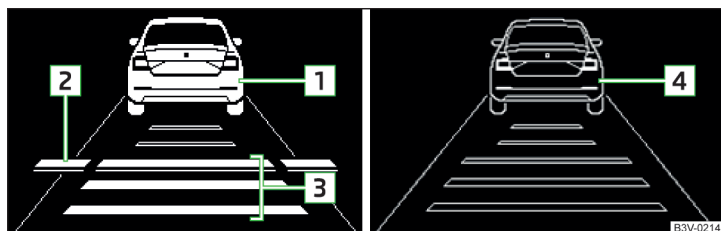

Fig. 274 Pantalla del cuadro de instrumentos combinado: Ejemplo para la pantalla de la ACC
**Pantallas ACC » fig. 274**
En la pantalla del cuadro de instrumentos combinado aparece la línea **2** » fig. 274 de la pág. 244 que señala el desplazamiento de la distancia.